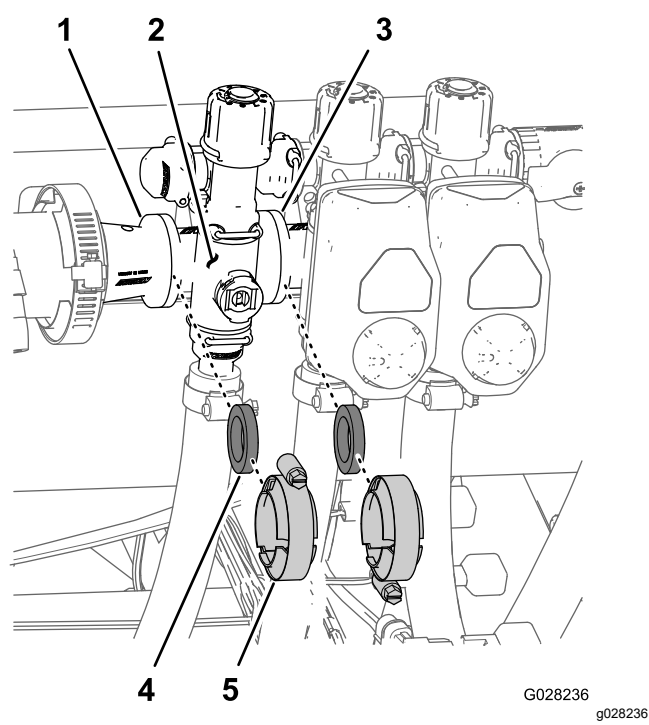

图 73
- 1. 拆下将喷洒臂段阀歧管图 73 固定至相邻喷洒臂段阀如左喷洒臂段阀和异径管连接头的夹具和垫片。